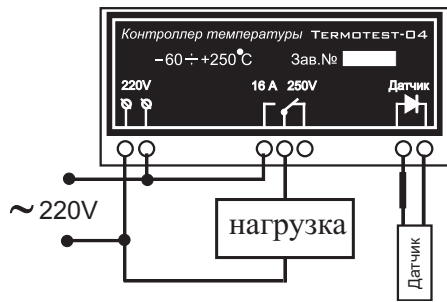

Рис.3 Схема подключения.
5.2 Смонтировать прибор в выбранном месте и собрать электрическую схему приведенную на рис.3 Плюс датчика обозначен черным кембриком.